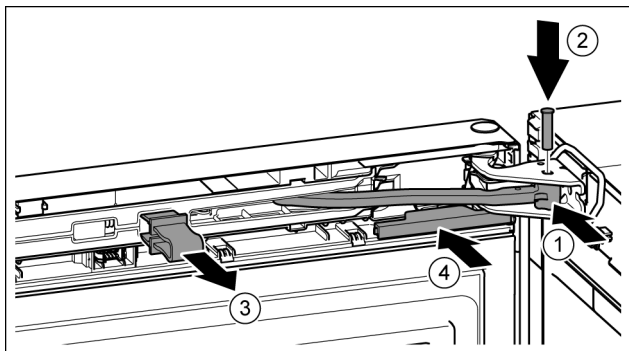

Fig. 42
- ▶ Завъртете шарнира в лагерната стойка. Fig. 42 (1)
- ▶ Поставете болта в лагерната стойка и шарнира. При това обърнете внимание на това, фиксиращата гърбица да е легнала правилно в жлеба. Fig. 42 (2)
- ▶ Свалете предпазителя. Fig. 42 (3)
- ▶ Нахлузете капака. Fig. 42 (4)